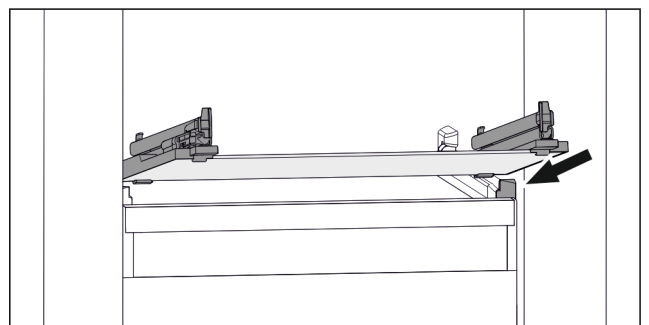

Fig. 112 Representación de la placa de vidrio a modo de ejemplo
- ▶ Coloque la placa de vidrio inclinada detrás de los topes. (consulte Fig. 112)